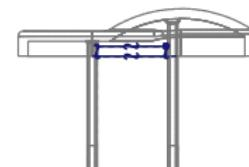

图 13.10 截面草图
(3) 绘制截面草图。进入草绘环境后，用“投影”的方法绘制图 13.10 所示的封闭的截面草图。完成特征截面的绘制后，单击“草绘”操控板中的“确定”按钮 。